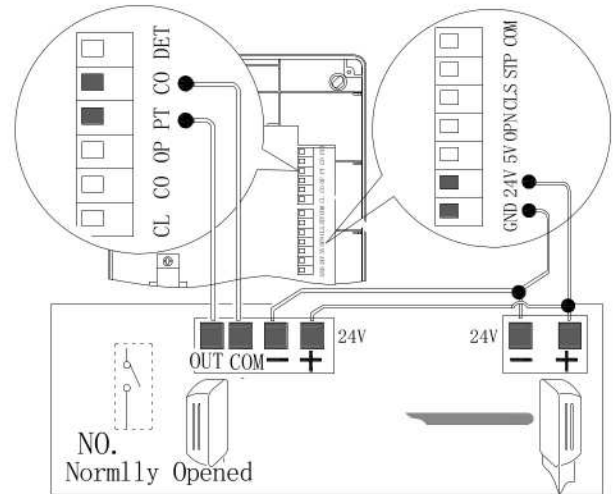

Fig.3
A. Fococeldas Infrarrojas de Seguridad (Opcional): las Líneas de la Señal se Conectarán entre la Terminal “PT” y “CO” de la Tableta Electrónica con Contacto Normalmente Abierto. Mientras que las Alimentaciones de las Mismas Deberán ir Conectadas entre “GND” y “24V”. (Fig.3)